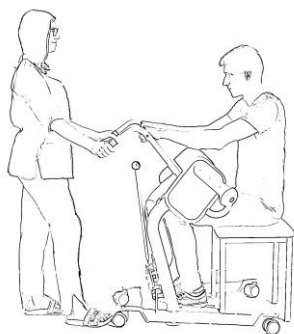

Fig. 2
- 5 Lägga an båda hjulbromsarna. (Se Fig. 2.)